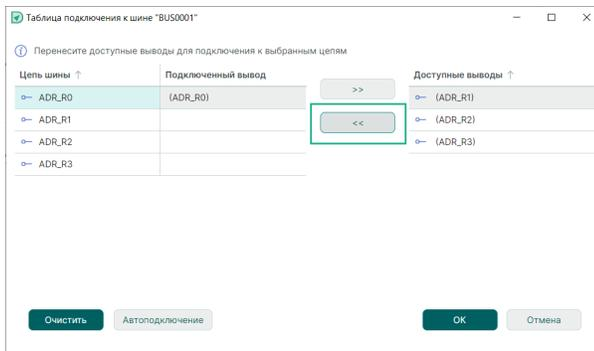

Рис. 195 Выбор цепи и соответствующего ей вывода
1. Выберите нужную цепь в левой части окна и соответствующий ей вывод в правой части окна, см. Рис. 195.